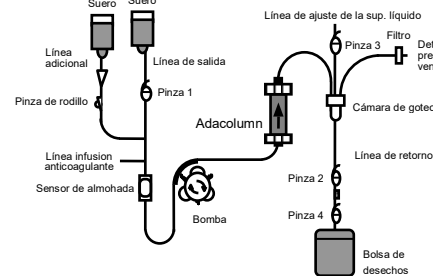

Fig.2
- 2) Quitar el tapón del extremo de color rojo de Adacolumn y conectar firmemente el circuito sanguíneo de entrada a Adacolumn. Colocar Adacolumn en el soporte de la columna con la conexión roja hacia abajo. Retirar el tapón del extremo de color azul de Adacolumn y conectar el circuito sanguíneo de salida (Fig.2).